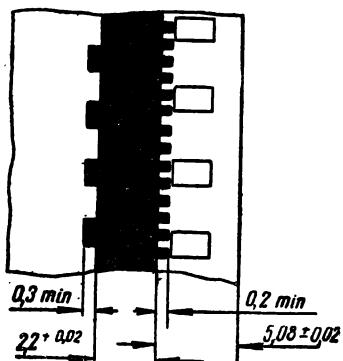

Рис. 6. Фонограмма для проверки и регулировки положения читающего штриха относительно базового края пленки
1) для проверки и регулировки положения читающего штихика относительно базового края пленки (рис. 6);